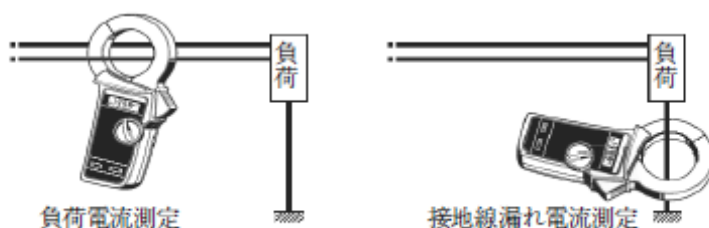
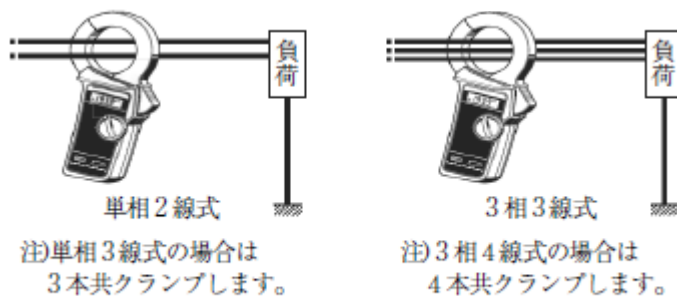

图 3、普通 AC 电流测量
图 4、零相系统的泄漏电流测量
- 频率切换开关 (9) 可选择 50/60Hz 和“WIDE”两种频率范围。如需了解详情，请参考 5-4 频率切换开关的使用方法。
- (1) 将功能/量程开关 (5) 设置在适当位置。请勿输入超过量程规定的最大允许电流值。
- (2) 普通测量时，只须打开钳口扳将钳形传感器夹在一根导线上，如图 3 所示。测量接地泄漏电流或接地线上流过的微小电流时，也可采用此方法 (图 4 所示)。测量时请将导线置于闭合钳形传感器的中央位置。
- (3) 测量超常的泄漏电流时，使用钳形传感器夹住所有除地线外的导线。屏幕上显示测量值。如图 4，5 所示。